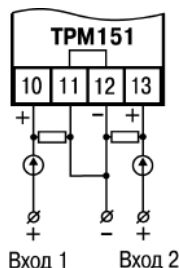

Рисунок 7.7 - Схема подключения активных датчиков типа "параметр—ток", "параметр—напряжение"
- 2) Активные датчики с выходным сигналом в виде тока (0...5 мА, 0...20 мА или 4...20 мА), в том числе датчики положения токового типа, можно подключать к прибору только после установки внешнего шунтирующего резистора (см. рисунок Б.1, рисунок 7.7). Резистор должен быть прецизионным (типа С2-29В, С5-25 и т. п., мощностью не менее 0,25 Вт, сопротивлением $100 \text{ Ом} \pm 0,1 \%$) и высокостабильным во времени и по температуре (ТКС не хуже $25 \cdot 10^{-6} \text{ } 1^\circ\text{C}$).